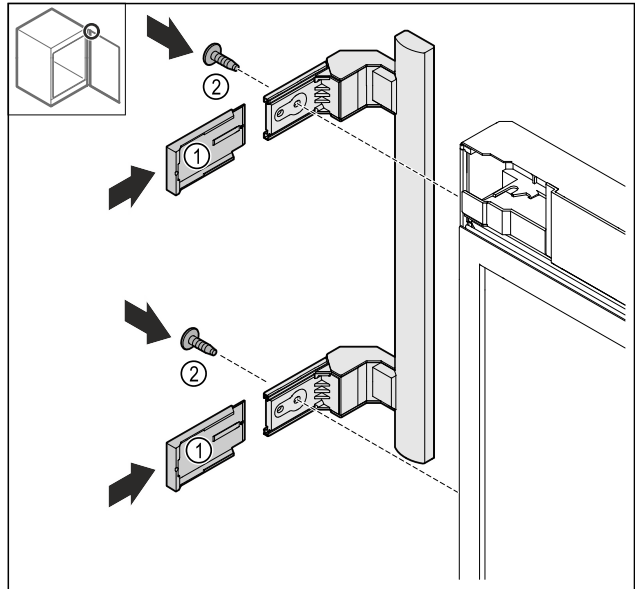

Fig. 25
- Afdekkingen Fig. 25 (1) terugplaatsen.